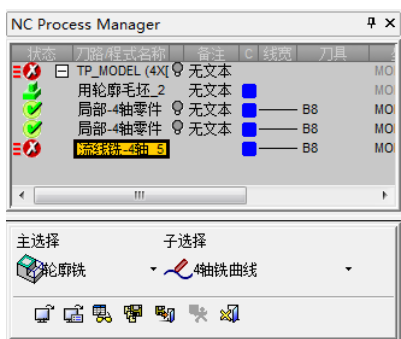

图 4-25 “NC Process Manager”对话框 (3)
1) 创建程序。单击“加工向导”工具栏上的“加工程序”按钮, 弹出“NC Process Manager”对话框 (3), “主选择”为“轮廓铣”, “子选择”为“4 轴铣曲线”, 如图 4-25 所示。